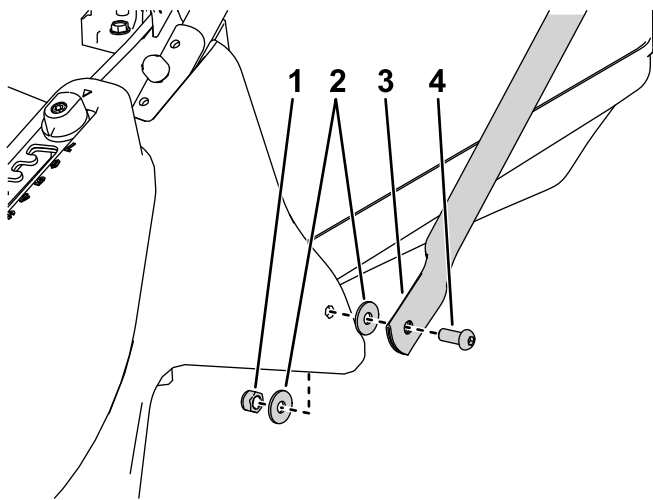

Bild 5
3. Bauen Sie das Unterteil der Strebenholme auf jeder Seite des Mähwerks mit einer kurzen Schraube, Unterlegscheiben innen und außen auf dem Mähwerk und einer Sicherungsmutter ein (Bild 5).